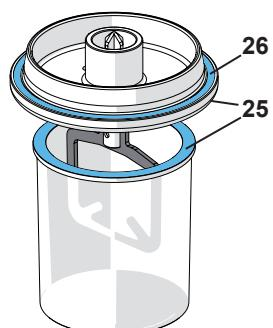

図. 10
- ⇒ カップ端部とカバー端部(25, 図. 10)が清潔であるように注意して下さい!